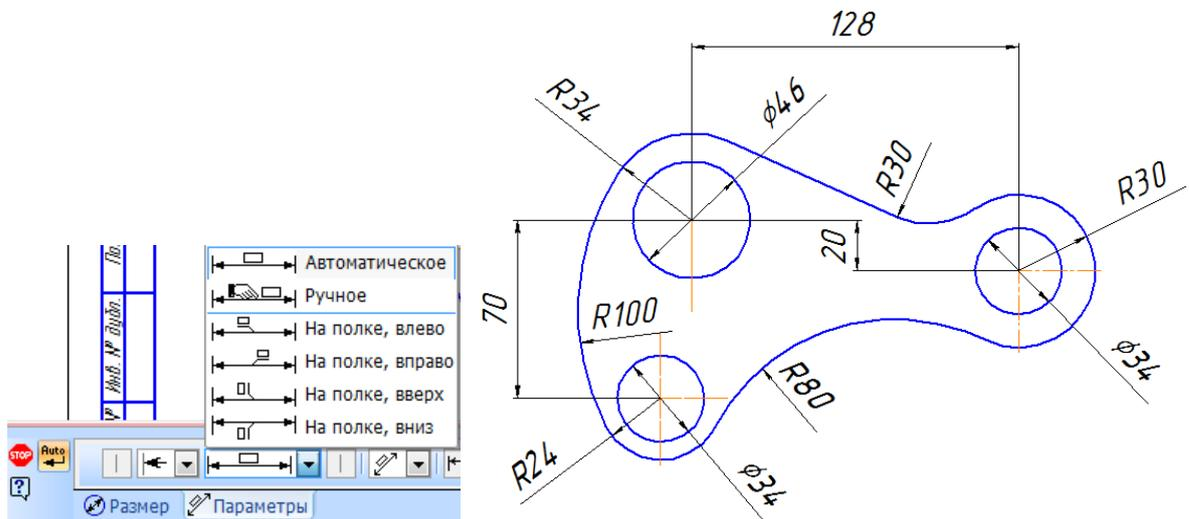

Рис. 31
6. Используя чертеж детали на рисунок 31 в качестве образца, проставьте все необходимые размеры. При простановке некоторых радиусов ($R30$, 80 , 100) необходимо в строке параметров выбрать радиальный размер не от центра окружности , а в параметрах - **Ручное** размещение (рисунок 31).